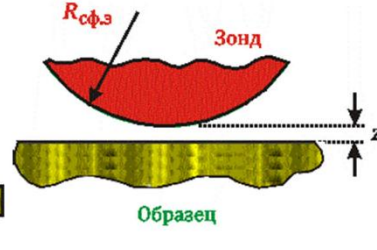
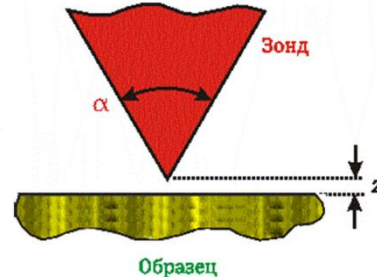
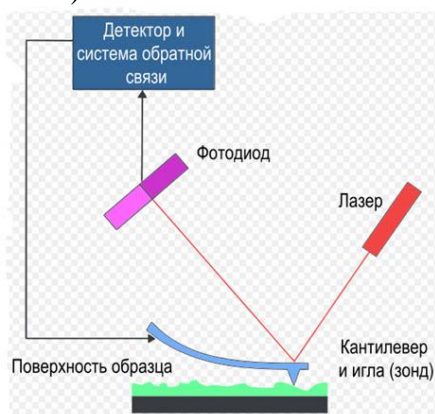

Рис. 2
Рис. 3
Рис. 1. Схема работы сканирующего атомно-силового микроскопа.
3. Опишите в файле ответов, как зависит ван-дер-ваальсова сила притяжения между зондом и плоской поверхностью от расстояния z между ними в том случае, когда зонд имеет форму сферы радиусом R , который существенно больше z (см. рис. 2), а потенциал взаимодействия частиц не зависит от того, где они находятся – на границе тела или в его глубине. Ответ обоснуйте. (2 балла)
4. Опишите в файле ответов, как зависит ван-дер-ваальсова сила притяжения между зондом и плоским образцом от расстояния z между ними в том случае, когда острие зонда имеет форму конуса, угол при вершине которого равен α (см. рис. 3). Считайте, что острие имеет бесконечно острую вершину, а потенциал взаимодействия частиц не зависит от того, где они находятся – на границе тела или в его глубине. Ответ обоснуйте. (2 балла)
Рис. 2. Результат сканирования рельефа поверхности графита. По горизонтальной оси отложена горизонтальная координата (в нанометрах), а по вертикальной оси — высота, отсчитанная от некоторого произвольно выбранного нулевого уровня. На графике показан также перепад высот, равный 7 ангстремам, или 0,7 нм.
Рис. 3. Результат сканирования рельефа поверхности графита в масштабе микрон (μ). На цветовой шкале показано соответствие цвета изображения участка образца и его высоты над нулевым уровнем (подобно тому, как на географических картах цветом обозначается высота местности над уровнем моря).
Сканирование поверхностей с помощью атомно-силового микроскопа производится по стандартной схеме (см. рис. 1). Отклонение балки кантилевера регистрируется оптическим датчиком. Сигнал с фотодиода регистрируется аналого-цифровым преобразователем с частотой дискретизации $f = 20$ кГц. С помощью этого микроскопа требуется изучить рельеф поверхности образца, состоящего из графита. Сканирование было произведено, и результат сканирования некоторого участка показан на графике (рис. 2). На рис. 3 изображён результат сканирования в более крупном масштабе (в масштабе микрон).
Группа учёных, изучая строение крыльев термитов, столкнулась с подобным эффектом, который, как оказалось, имеет более удивительную, сложную и многогранную природу, нежели это считалось ранее. На рис. 1 приведены оптические фотографии крыльев термитов разных видов с каплями воды на их поверхности. На рис. 2 приведены фотографии тех же крыльев при существенно больших увеличениях.
5. На рис. 2 кроме волосков присутствуют и другие элементы. Предположите, каким образом эти элементы могут влиять на несмачиваемость крыльев термита. Желательно в ответе, помимо описания, привести и схематический рисунок. (3 балла)